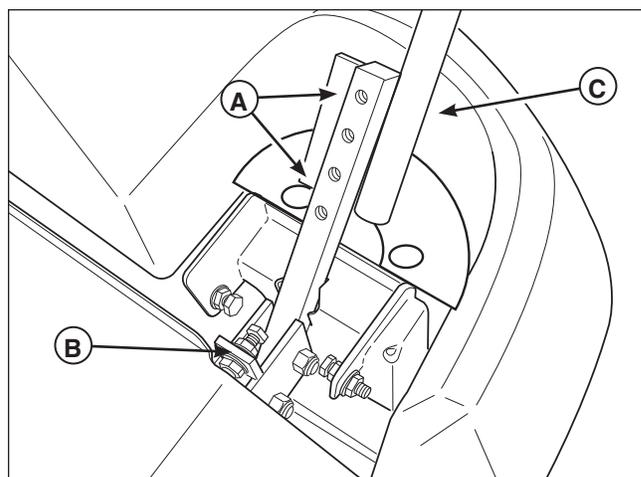

Figure 13. Réglage des leviers de commande
Desserrer les boulons de fixation (A, figure 13) et faire pivoter le ou les leviers (C) pour les aligner.
Desserrer les contre-écrous et régler le boulon de placement (B, figure 13) vers l'intérieur ou l'extérieur pour régler correctement le levier et l'écartement.